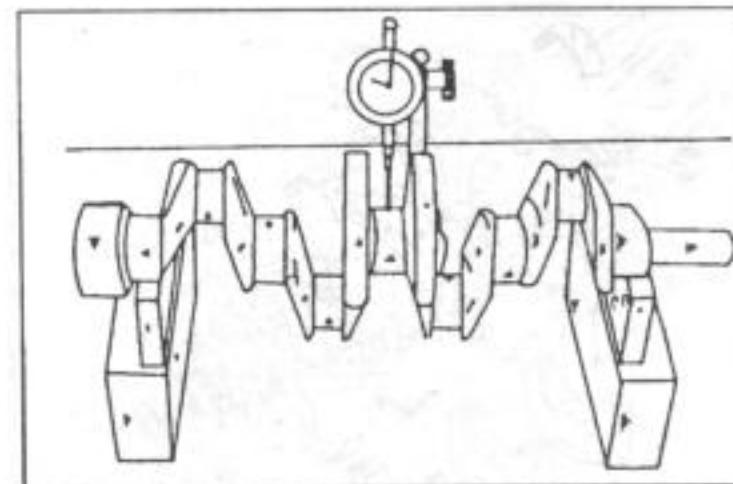

Рис. 96.
- Зажать коленчатый вал между центрами токарного станка или положить на призмы обе внешние коренные шейки и проверить на средних коренных шейках с помощью стрелочного индикатора на биение. Биение вала бензинового двигателя должно быть при полном обороте не более чем 0,03 мм (рис. 96). У дизельного двигателя — допускается до 0,05 мм. В противном случае вал нужно заменить или исправить в специализированной мастерской.